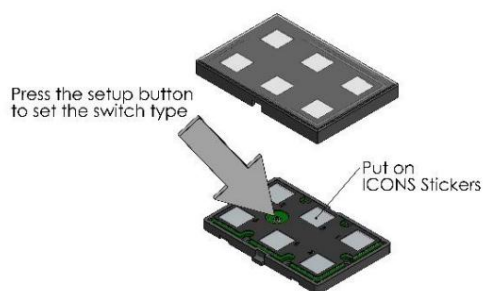

Fig. 4 Botón de configuración y colocar pegatinas de iconos
interruptores: Asegúrese de que los dispositivos y la fuente de alimentación estén completamente conectados antes de configurarlos. Pulse el botón de configuración en el panel táctil (Fig. 4) y todos los indicadores luminosos empezarán a parpadear. A continuación, toque cada interruptor para cambiar/seleccionar el color del indicador y su función. Una vez seleccionada la opción, pulse de nuevo el botón de configuración.
4. Una vez realizada la configuración, aplique las pegatinas con los iconos correspondientes en los interruptores (fig. 4) y luego coloque la cubierta frontal.